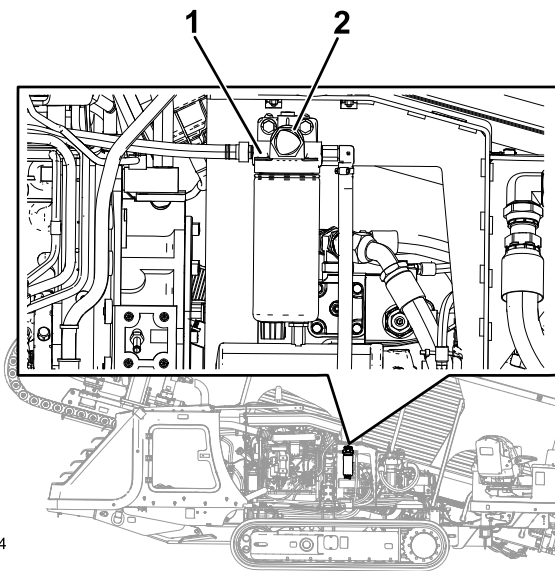

Bild 98
6. Suchen Sie die VORFÜLLTASTE oben am Filteradapter für den Hauptkraftstofffilter (Bild 98).
7. Drücken Sie mehrmals auf die VORFÜLLTASTE, bis Sie einen Widerstand spüren, wenn Sie die VORFÜLLTASTE drücken (Bild 98).
3. Legen Sie saubere Lappen unter den Hauptkraftstofffilter (Bild 98).
4. Lösen Sie die Schlauchklemmen und schließen Sie den Hauptkraftstofffilter von den Kraftstoffschläuchen ab (Bild 98).
6. Schieben Sie die Schläuche auf das Schlauchanschlussstück des Hauptkraftstofffilters und ziehen die Schlauchklemmen an (Bild 98).